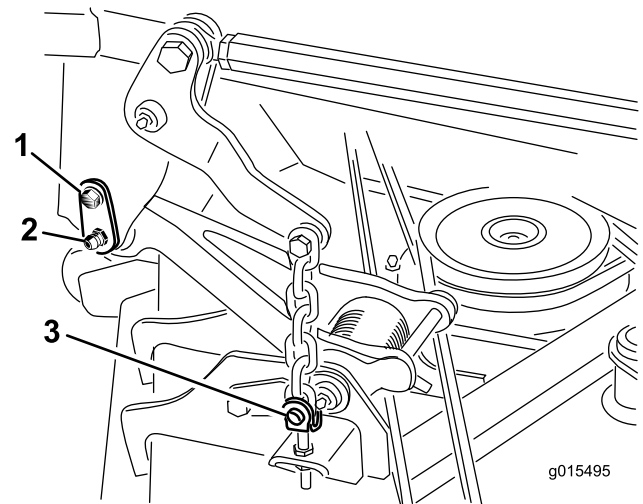

Bild 1
- Entfernen Sie die Ansatzschraube, mit denen der Befestigungsstift am Trägerrahmen befestigt ist (Bild 1).
8. Entfernen Sie die vier Ringstifte und die Lastösenbolzen, mit denen die Mähwerkhubketten an den Einstelllastösenbolzen am Mähwerk befestigt sind (Bild 1).